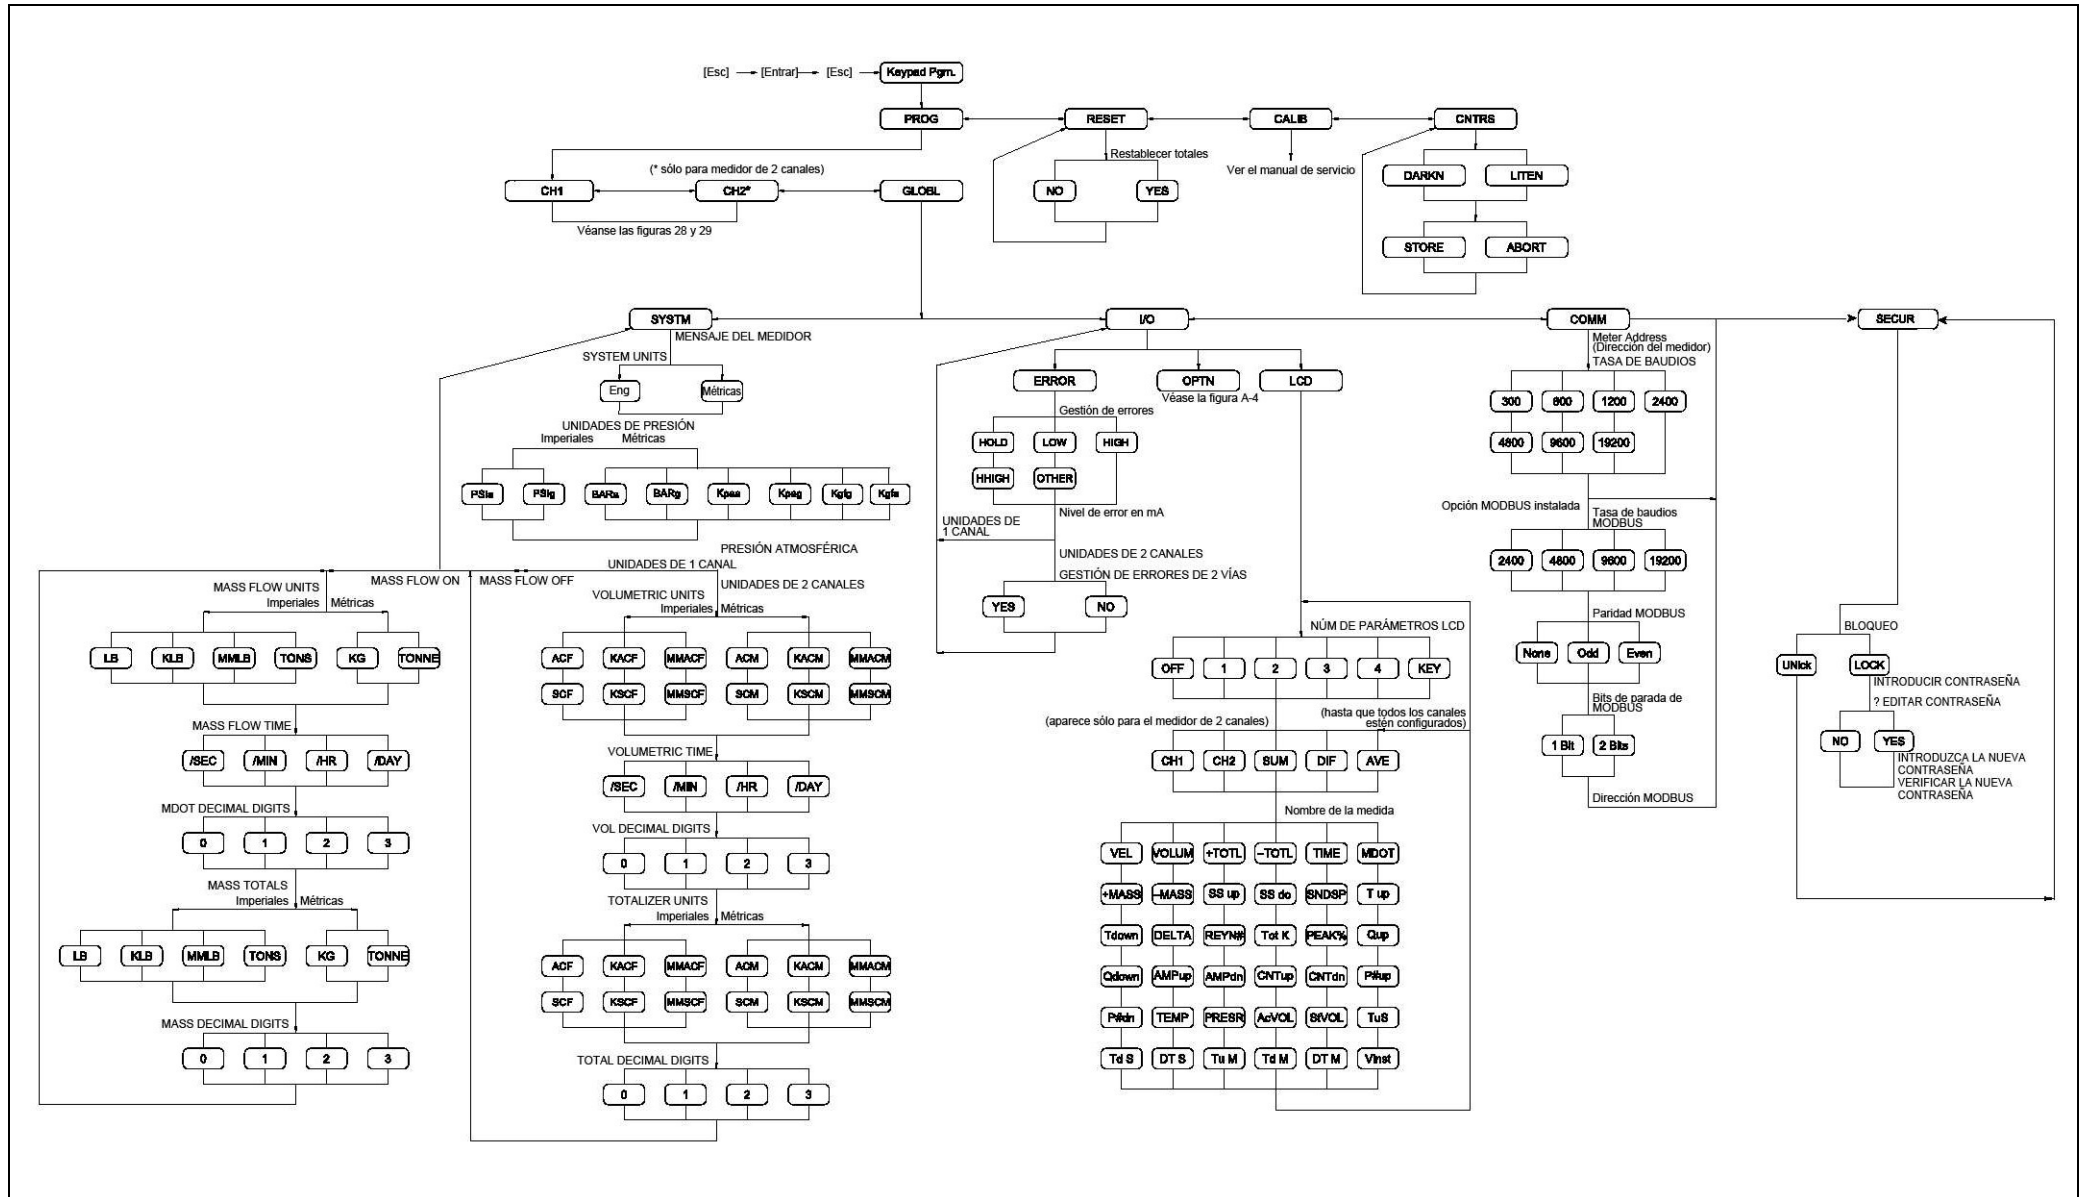

Figura 30: PROG > GLOBL > MenúSYSTM, I/O & COMM
- Figura 30, “PROG > GLOBL > Menús SYSTM, I/O & COMM”, en la página 61